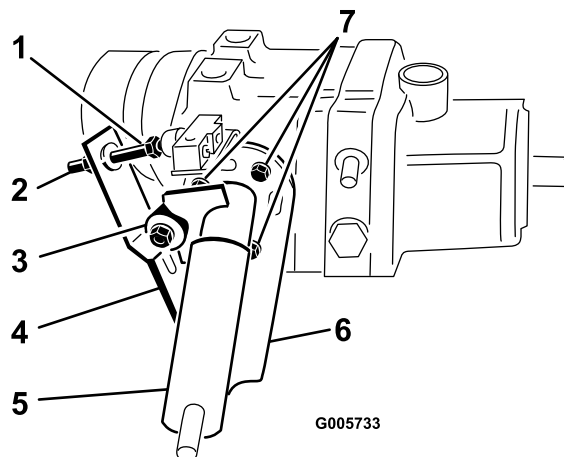

Figura 72
1. Coloque a máquina numa superfície nivelada e desligue o motor. Engate o travão de estacionamento, incline o banco para a frente e active a alavanca da bomba (Figura 72), de modo a garantir que a estrutura se encontra bem apoiada e a funcionar sem problemas. Corrija todas as falhas.
inferior da placa da bomba no sentido contrário aos ponteiros do relógio (Figura 72). Se a roda girar para trás, deverá rodar a placa da bomba no sentido dos ponteiros do relógio (Figura 72). Quando a roda parar de girar deverá apertar os parafusos que fixam a placa da bomba à zona lateral da transmissão. Verifique se o ajuste é o adequado, colocando o regulador na posição SLOW (lento) e FAST (rápido).
- Os rolamentos esféricos estão soltos ou gastos (Figura 72).
- Molas fracas ou danificadas (Figura 72). Substituir.
2. Accione a alavanca da bomba (Figura 72), para se certificar de que todas as peças funcionam e assentam correctamente.
3. Desaperte a porca de retenção. Rode o parafuso de ajuste do interruptor (Figura 72) até surgir uma folga entre a cabeça do parafuso e o botão do interruptor.